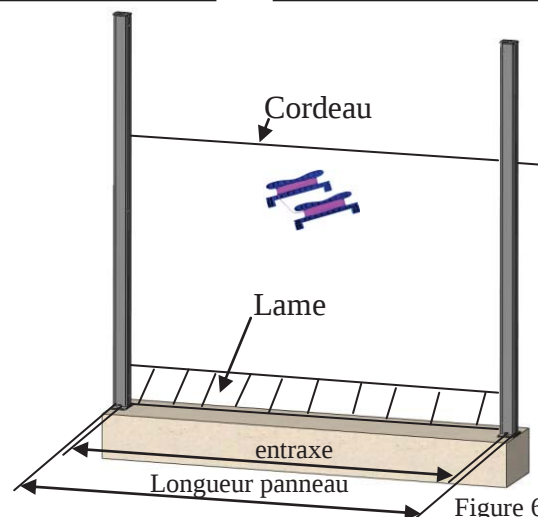

Figure 6
- Positionner la 2^{ème} platine (poteau inséré dessus) en alignement par rapport au premier poteau (figure 6).